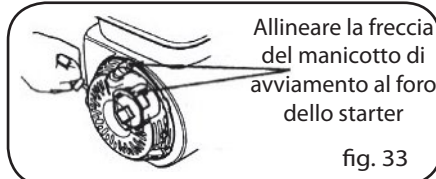

fig. 33
3. Tirare la funicella di avviamento fino a sentire una certa resistenza, continuare a tirarla fino ad allineare la freccia del manicotto di avviamento al foro dello starter. In questo momento le valvole di aspirazione e di scarico sono chiuse e impediscono che l'interno del motore arrugginisca (Fig. 33).